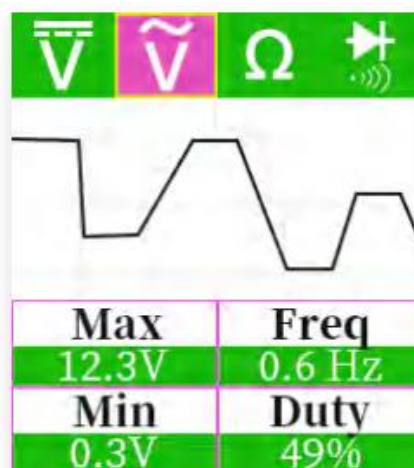

Abb. 10
- Lassen Sie das Vakuum ab und beobachten Sie die TFT-Anzeigen. (Abbildung 10).